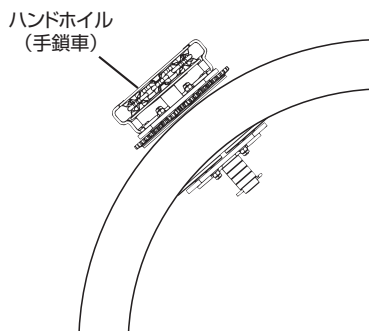

図7
- (14) 曲線レールに取り付けられる場合は、ギヤードトロリのハンドホイール（手鎖車）側をカーブの外側にしてください。図7
- (15) トロリを設置するレールに傾斜がないことを確認してください。